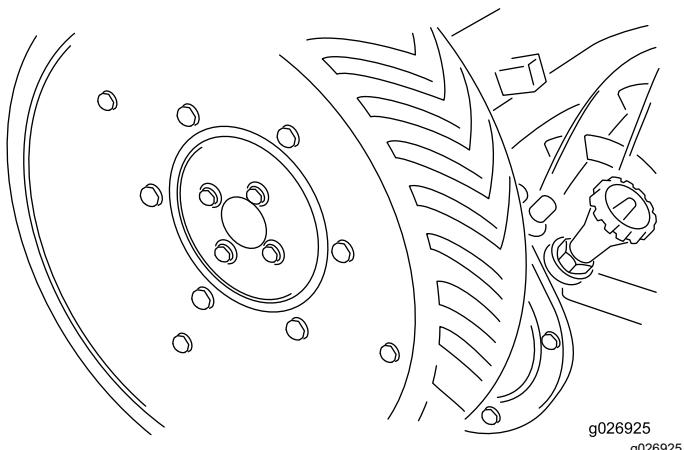

Figura 3
2. Montate le ruote motrici con le viti a testa cilindrica e le rondelle di bloccaggio (Figura 3).